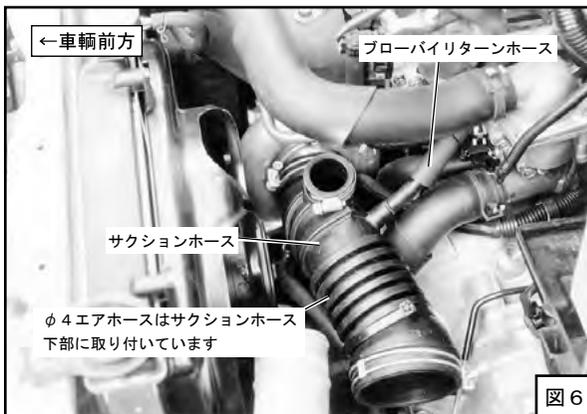

図6
- (11) サクションホースからφ4エアホース・ブローバイリターンホースを抜き取り、サクシオンホースを外してください。(図6)